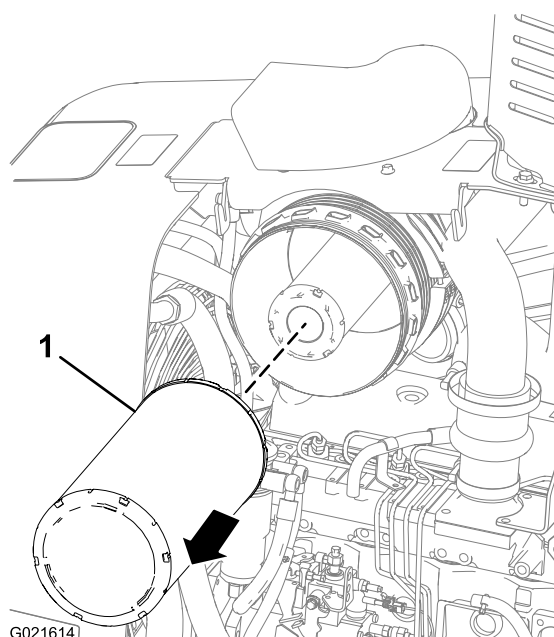

Bild 50
2. Ziehen Sie den Hauptluftfiltereinsatz nach außen und nehmen es aus dem Luftfiltergehäuse heraus (Bild 50).
6. Setzen Sie den neuen Hauptluftfiltereinsatz in das Luftfiltergehäuse ein (Bild 50).